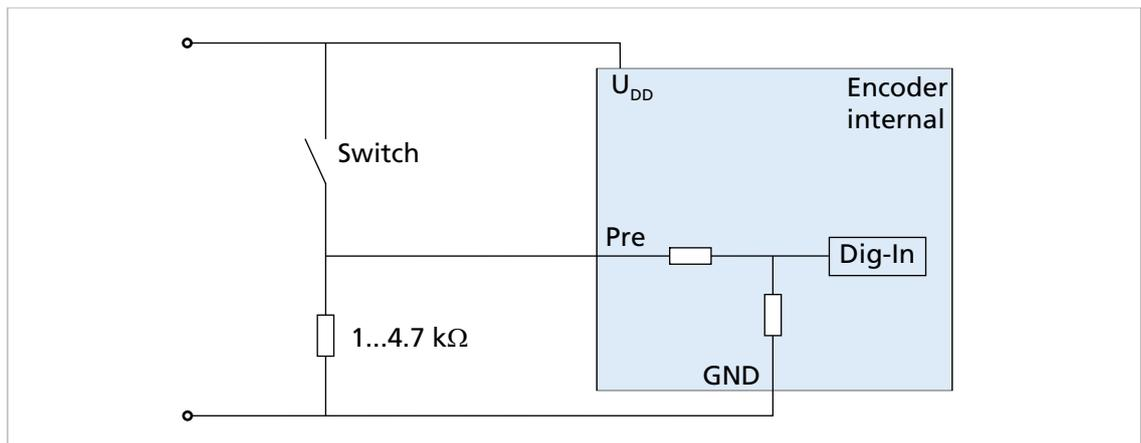

Abb. 8: Elektrisches Schaltbild Preset
- ▶ Mechanischen Schalter vorsehen, siehe Abb. 8.